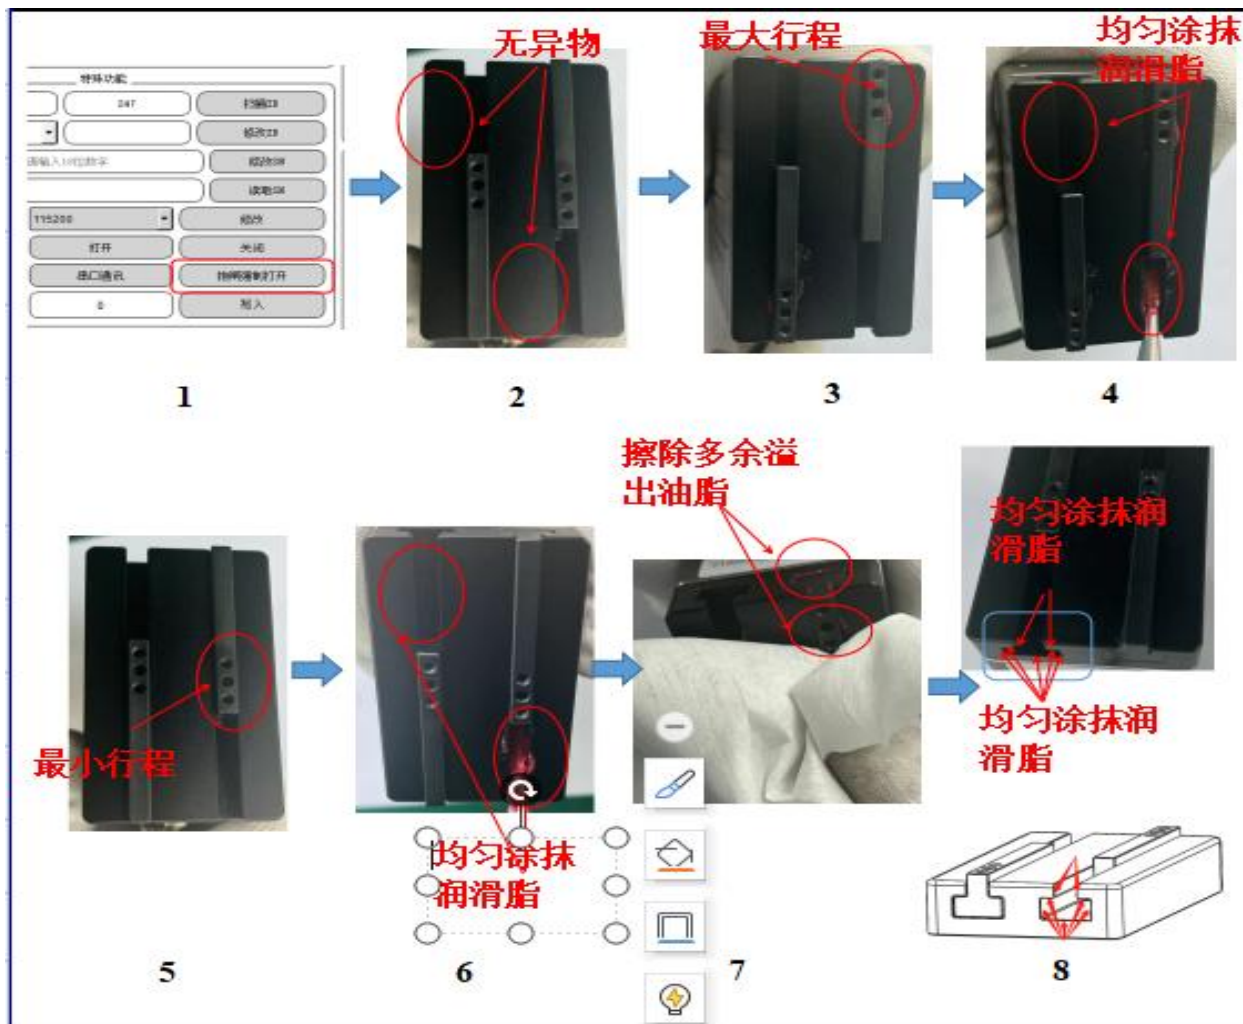

图 11.2 油脂保养流程图
① 若夹爪无抱闸，直接执行第二步操作；若夹爪带有抱闸，则打开制动器，夹爪上电后使用上位机软件打开抱闸（上位机使用见 5.1 章节），带有抱闸的夹爪请勿用手强行掰动齿条，如需移动齿条，请配合上电使用
② 自检，电爪保持上电状态，目视检查电爪齿条合滑道间无颗粒、絮状异物，若有异物则清理异物
③ 打开手指，如图 11.2 中标号 3 所示，用上位机软件打开手指至最大行程（上位机使用见 5.1 章节）
④ 涂抹润滑脂，如图 11.2 中标号 4 所示，用毛刷均匀涂抹美孚 SHC1500 润滑脂，齿条与手掌的所有接触面均需涂抹润滑脂
⑤ 关闭手指，如图 11.2 中标号 5 所示，用上位机软件关闭手指至最小行程（上位机使用见 5.1 章节）
⑥ 涂抹润滑脂，如图 11.2 中标号 6 所示，用毛刷均匀涂抹美孚 SHC1500 润滑脂，齿条与手掌的所有接触面均需涂抹润滑脂
⑦ 擦除多余润滑脂，如图 11.2 中标号 7 所示，驱动齿条循环往复运行 5 次以上，无纺布擦除多余溢出油脂（齿条合手掌的接触面多余溢出油脂均需擦除）
⑧ 自检，如图 11.2 中标号 8 所示，目视检查齿条和手掌的接触面均匀涂抹油脂（接触面来回运行无油脂溢出，齿条与手掌间无刷毛等异物）